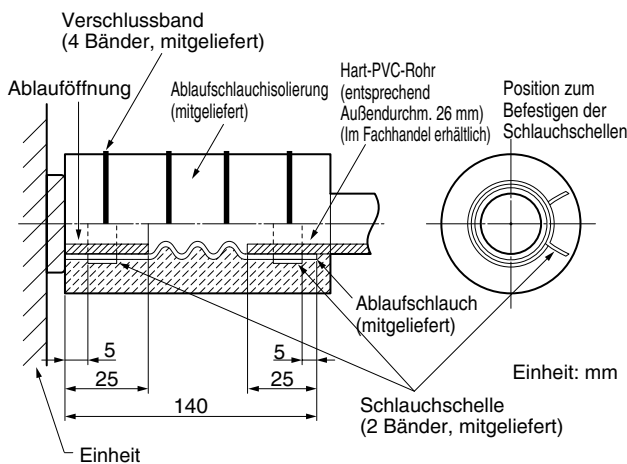

Abb. 3-82
(1) Ein Standard-Hart-PVC-Rohr (Außendurchmesser: 26 mm) als Ablaufleitung zusammen mit dem mitgelieferten Ablaufschlauch und der Schlauchschelle verwenden, um Undichtigkeiten zu vermeiden. Das PVC-Rohr muss separat gekauft werden. Der transparente Ablaufteil an der Einheit gestattet die Kontrolle des Abflusses. (Abb. 3-82)